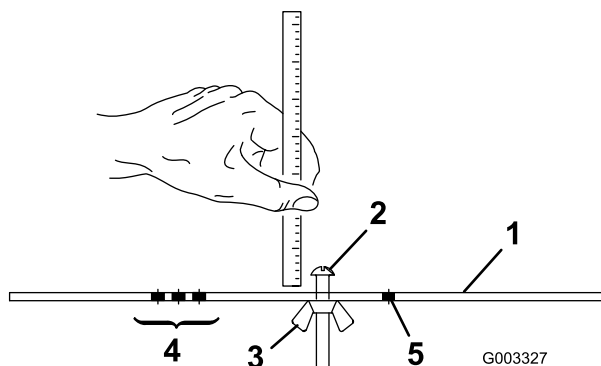

図 20
2. ゲージバー 図 20 のナットをゆるめ、調整ねじを希望の刈り高に合わせる